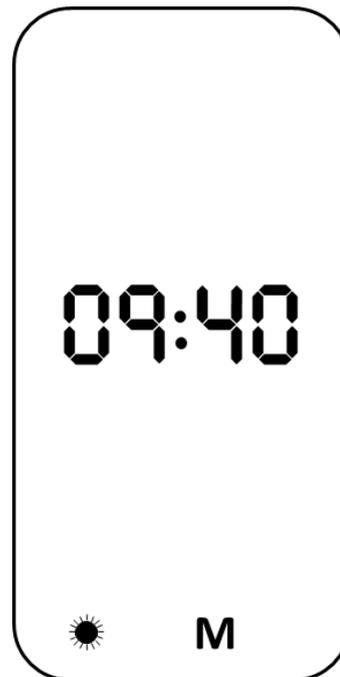

Bild 3-5 Exempel: visas efter godkänd självttest (**M** = BT-data i minnet,  mätperiod: dag)
- eventuell data (**M**) (Bild 3-5) som finns lagrad i blodtrycksmätaren.